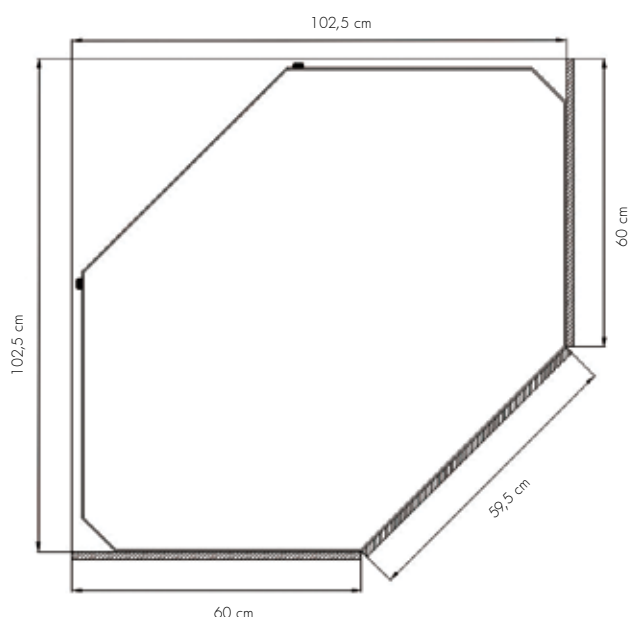

Fig 9
8.3. Habillage du réfrigérateur d'angle (voir fig. 9)
8.5. Montage des panneaux décoratifs latéraux (voir fig. 9)